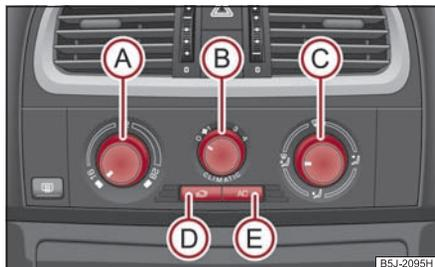

Fig. 116 Climatic: Elementos de mando
El aire acondicionado funciona si se presiona el conmutador  ⇒ página 96, fig. 116  y se cumplen las siguientes condiciones:
- Gire el regulador giratorio (A) ⇒ fig. 116 hacia la derecha para aumentar la temperatura.
- Gire el regulador giratorio (A) hacia la izquierda para bajar la temperatura.